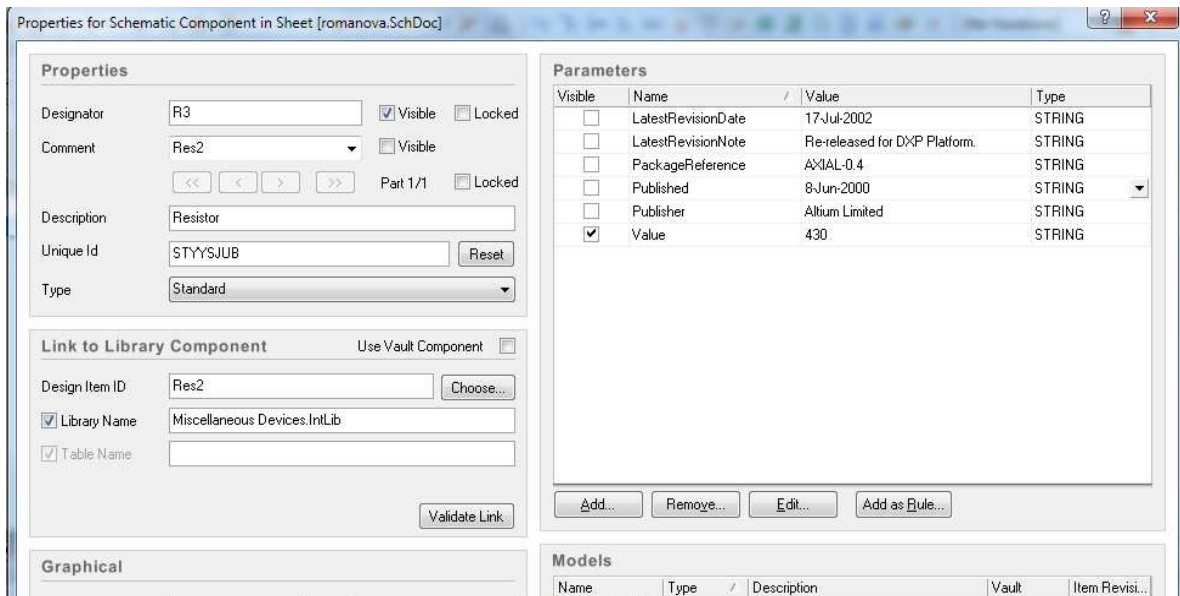

Рис. 106. Свойства резистора Res2
13. Проставить номиналы в соответствии со схемой. Для изменения номинала необходимо выделить УГО, нажать правую кнопку мыши и выбрать Properties, затем в зоне Properties изменить значение параметра Value – указать номинал (см. Рис. 106).